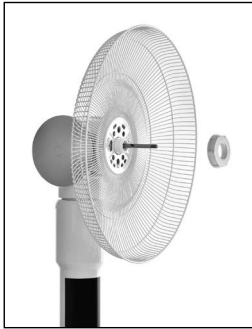

Abb. 5
7. Fixieren Sie das hintere Schutzgitter mit Hilfe der hinteren Mutter (4). Drehen Sie dazu die hintere Mutter im Uhrzeigersinn, in Richtung „Tighten“, fest. (Abb. 5)